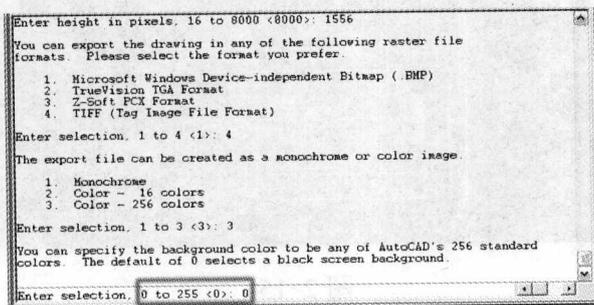

图 2-8
(7) 在下面的提示行中选择输出图像的颜色, 系统提供了 0—255 级参数, 如图 2-8 所示。在“Enter selection”提示行后输入 0, 然后按【回车】键确定。